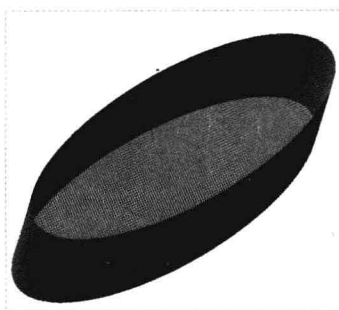

图 10-21 以参考平面方式延伸曲面
Step 04 单击“应用并保存在工具中所做的所有更改,然后关闭工具操控板”按钮,即可以参考平面方式延伸曲面,效果如图 10-21 所示。